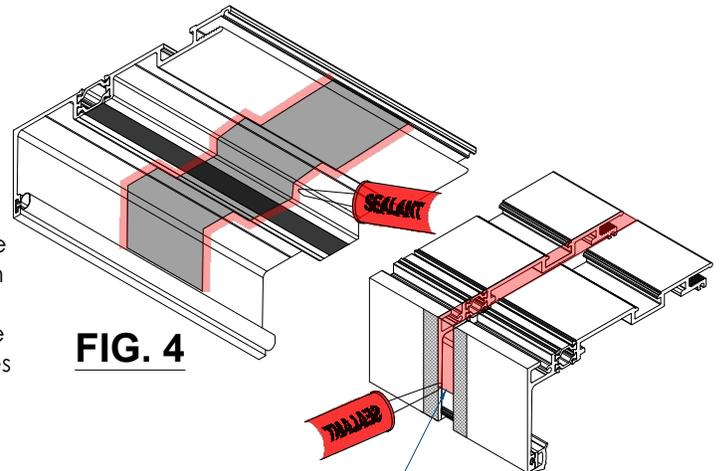

FIG. 4
- Mesurez et dessinez le patch de joint en silicone pour qu'il s'adapte à la zone. Appliquez un mastic de chaque côté du récepteur dans les zones qui recevront le patch de joint en silicone. **Voir Fig. 4.**